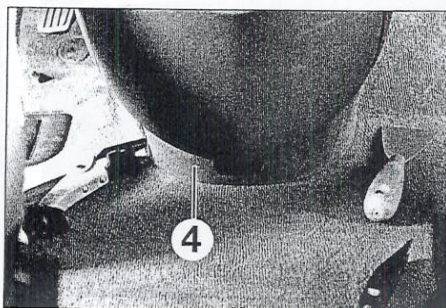

FIGURA 9-23
- Desengrapar la guarnición inferior (4) de la consola central (figura 9-23).